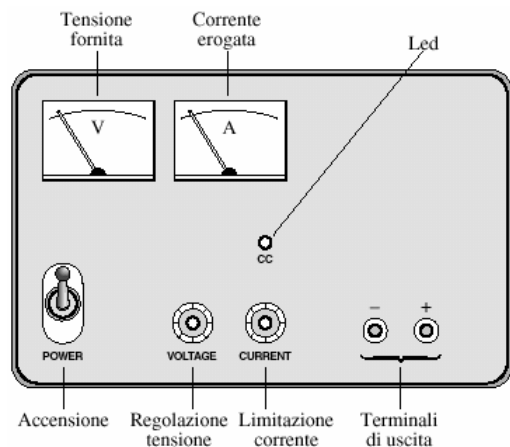

Fig. S8 Pannello frontale di un alimentatore stabilizzato.
In fig. S8 è illustrato il pannello frontale di un alimentatore stabilizzato. Si notano due terminali di uscita a boccia, il polo positivo (5) e quello negativo (7), isolati sia dalla rete sia dal contenitore. In genere è presente un terzo terminale (contrassegnato con il simbolo di terra o con GND come in fig. S7) collegato al contenitore e quindi, attraverso il cavo di alimentazione, alla terra dell'impianto di distribuzione. L'alimentatore è provvisto di due manopole. La prima (VOLTAGE) consente di variare la tensione presente sui terminali di uscita. La seconda (CURRENT) consente di regolare il valore massimo della corrente che può essere erogata dall'alimentatore al carico. Se la richiesta di corrente supera il limite impostato, interviene un circuito limitatore interno e la tensione si abbassa automaticamente. Generalmente un LED (indicato con CC in fig. S8) si accende segnalando l'intervento della limitazione, il cui scopo è di evitare, in caso di cortocircuito o di eccesso di corrente, danneggiamenti allo strumento e al circuito alimentato. I valori della tensione e della corrente fornite sono costantemente segnalati mediante indicatori digitali o, più spesso, analogici.